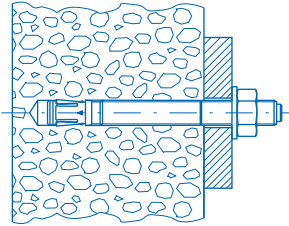

Рис. 9
- **Анкеровка трением** (рис. 9) — внешняя сила компенсируется за счет сил трения, возникающих при распоре анкера в базовом основании.